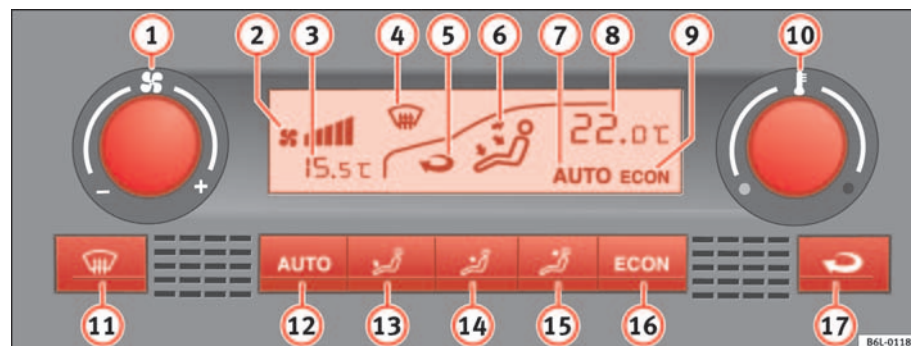

Fig. 90 Sur le tableau de bord : éléments de commande du Climatronic
- Tournez le régulateur de température ⇒ **page 128, fig. 90 ⑩** pour régler la température souhaitée.
- ① Régulateur de la vitesse du ventilateur et ON / OFF du système
- ② Indicateur du niveau du ventilateur
- ③ Affichage de la température extérieure
- ④ Indicateur de dégivrage du pare-brise
- ⑤ Indicateur de la fonction de recyclage de l'air
- ⑥ Indicateur de la direction du flux d'air
- ⑦ Indication **AUTO** (mode automatique)
- ⑧ Indicateur de la température intérieure sélectionnée
- ⑨ Indication **ECON** (climatiseur désactivé)
- Appuyez sur la touche **AUTO**. L'affichage affiche l'indication ⇒ **page 128, fig. 90 ⑦**.
- Appuyez sur l'une des touches ⇒ **page 128, fig. 90** **13** à **15** ou tournez le régulateur du ventilateur **1**. L'indication **7** s'éteint.
- Appuyez sur la touche  pour activer ou désactiver le mode recyclage de l'air ambiant. Il est connecté si le symbole  ⇒ page 128, fig. 90  est affiché sur l'affichage.